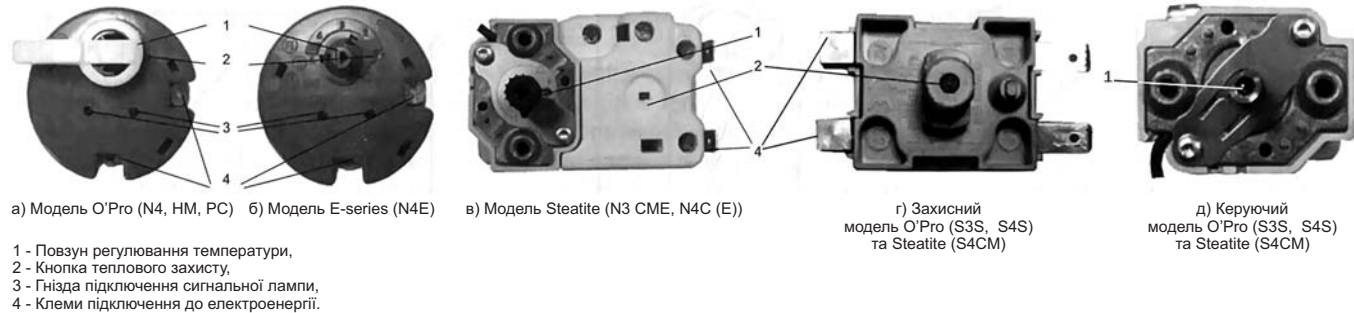

Рис. 3. Зовнішній вигляд терморегулятора
Температура нагрівання води задається вручну повертанням повзуна. Збільшення температури нагрівання - повертанням повзуна проти напрямку стрілки, зменшення температури - за напрямком стрілки (рис. 3) (на моделях Steatite - навпаки).
- натиснути на кнопку теплового захисту, яка розташована в корпусі терморегулятора (рис. 3).